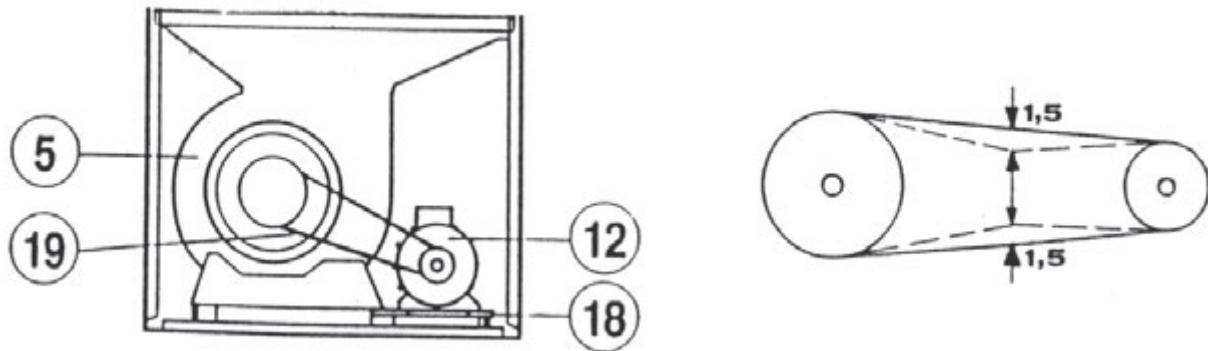

Figura 8 Componenti generatore
- Y la tensione delle cinghie: stringendole con le mani, la loro flessione dovrà essere di circa 2-3 cm (vedi Figura 8). Per regolarne la tensione avvitare o svitare il bullone tendicinghia posto sulla slitta del motore (18) Figura 8;